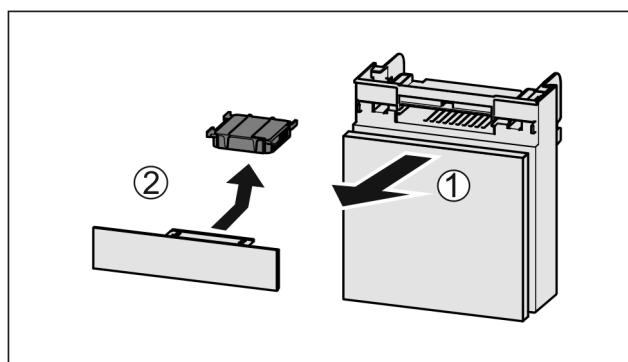

Fig. 98
- Вытянуть Fig. 98 (1) отделение движением вперед.
- Извлечение Fig. 98 (2) фильтра с активированным углем.